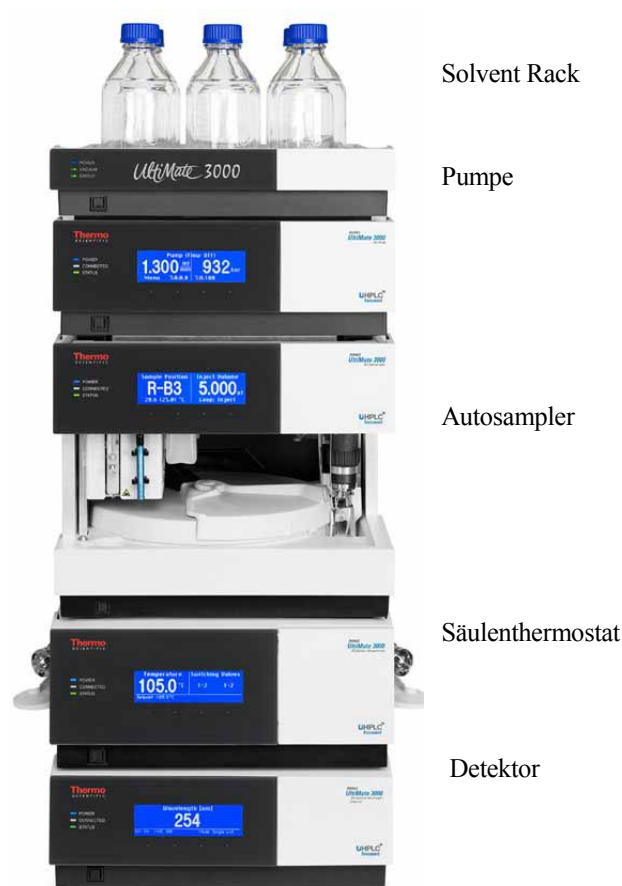
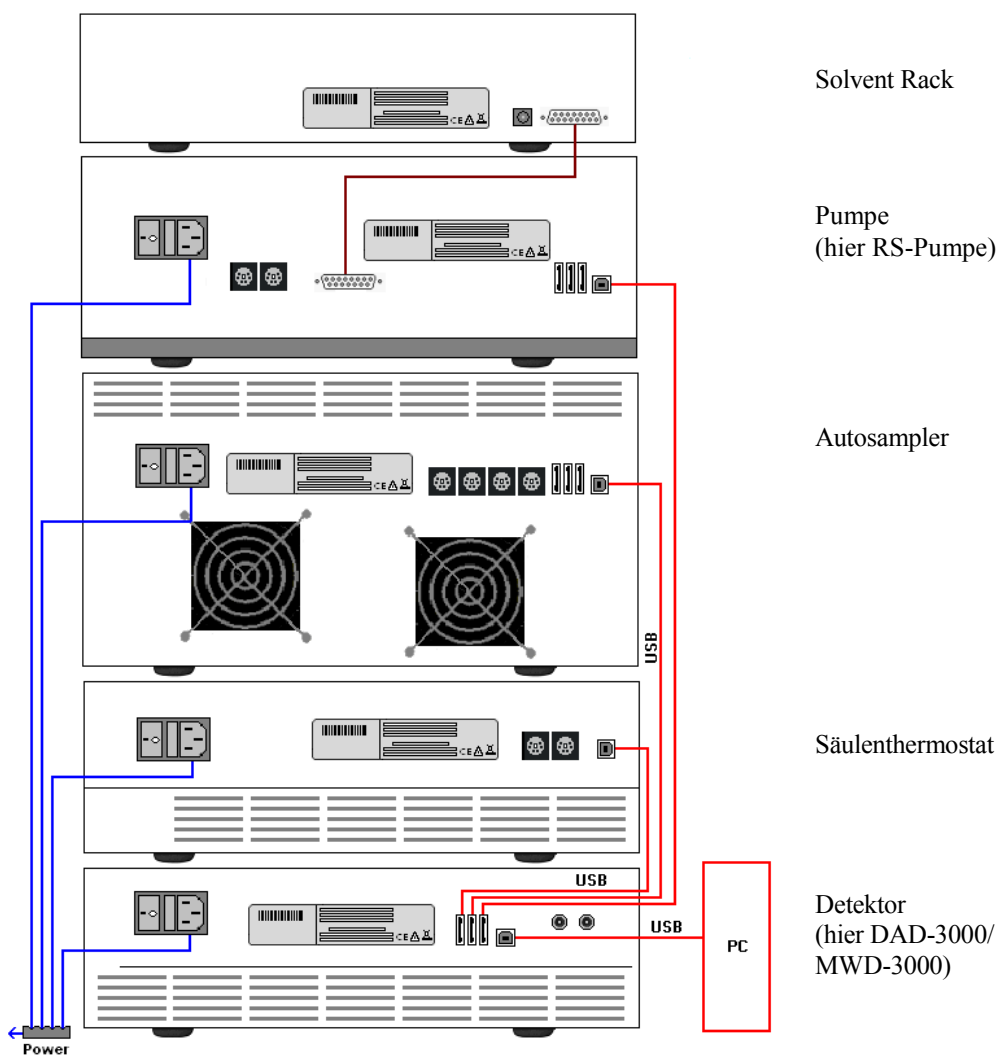

Abb. 4: Beispiel für die Aufstellung eines UltiMate 3000-Systems
Abb. 5: Beispiel für die Verbindung der Module auf der Rückseite eines UltiMate 3000-Systems
Wenn das SRD Teil eines UltiMate 3000-Systems für Anwendungen z.B. in der analytischen HPLC ist, sollten Sie die Komponenten so übereinander anordnen wie in Abb. 4 gezeigt und auf der Rückseite wie in Abb. 5 gezeigt verbinden. Der individuelle Systemaufbau hängt jedoch von der jeweiligen Anwendung ab.
- Die Schlauchverbindung zwischen Pumpe und Degaser sollte möglichst kurz sein und die Vorratsflaschen sollten möglichst nah bei der Pumpe stehen. Um Blasenbildung beim Ansaugen zu vermeiden und eine Wiederbegasung der Eluenten zu verhindern, sollten die Flaschen mindestens auf gleichem Niveau wie die Pumpe oder höher stehen. Stellen Sie das Solvent Rack daher wie in Abb. 4 gezeigt auf die Pumpe (→ Seite 15).
Stellen Sie das SRD daher wie in Abb. 4 gezeigt auf die Pumpe (→ Seite 15). Die Schlauchverbindung zwischen Pumpe und Degaser sollte möglichst kurz sein, um eine Wiederbegasung der Eluenten zu verhindern.